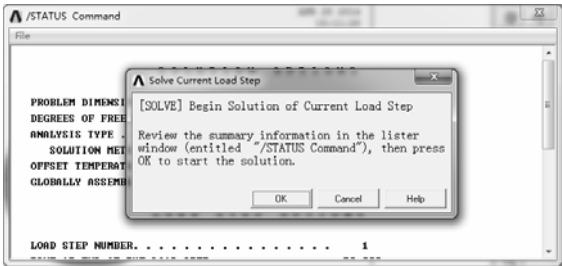

图 8-155 求解信息窗口
- 1) 选择“Main Menu>Solution>Solve>Current LS”命令，将弹出如图 8-155 所示的求解信息窗口，其中“/STATUS Command”窗口显示所要计算模型的求解信息和载荷步信息。